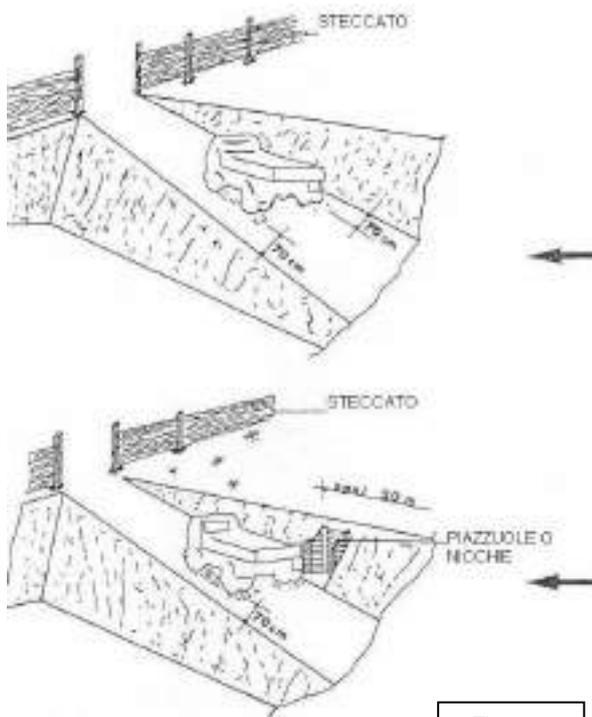

Figura 1
- I viottoli e le scale con gradini ricavati nel terreno (o nella roccia) devono essere provvisti di parapetto nei tratti prospicienti il vuoto quando il dislivello superi i 2 m; le alzate dei gradini ricavati in terreno friabile devono essere sostenute, ove occorra, con tavole e paletti robusti (Figura 1).